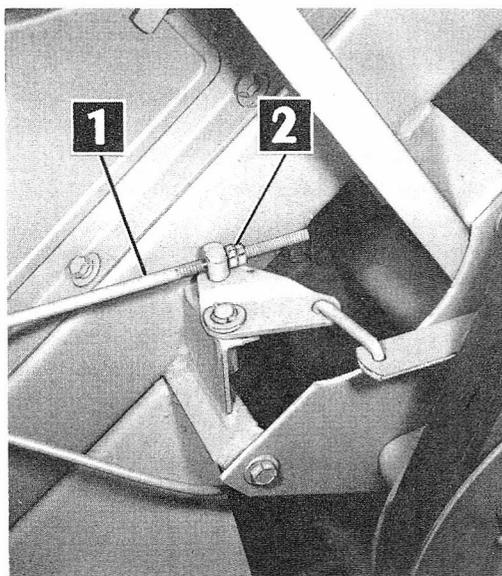

FIG. 42
Quando tale gioco diminuisce, regolare il tirante di comando (1 - fig. 42), svitando il dado e controdado (2) di quanto necessario per ripristinarlo.